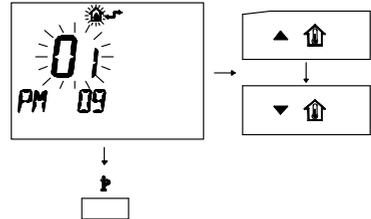

Figura 9.15
- Per modificare il SET programmato agire sui pulsanti **▲** **🏠** o **▼** **🏠** ed aspettare che il numero programmato cominci a lampeggiare (Figura 9.15).